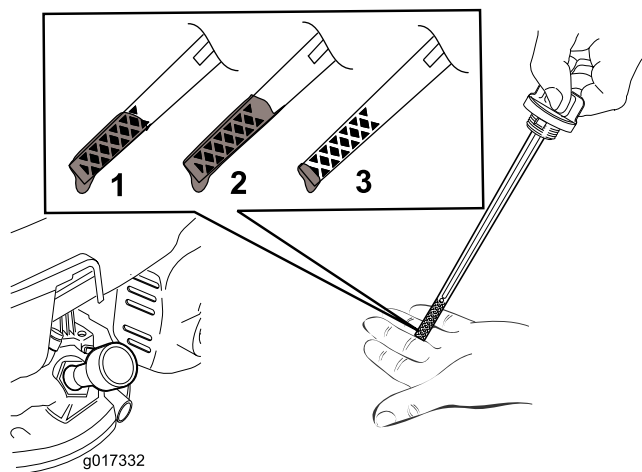

Рисунок 7
2. Извлеките масломерный щуп (Рисунок 7).
Примечание: Заливайте масло в картер двигателя до достижения требуемого уровня по масломерному щупу как показано на Рисунок 7. В случае перелива слейте некоторое количество масла из двигателя, как описано в Замена масла в двигателе \(страница 17\).